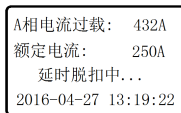

图3-10
3.3.3超负荷告警:当前任意相电流超过额定电流值的1.3倍时，断路器自动显示告警参数，超负荷显示如图3-10所示。